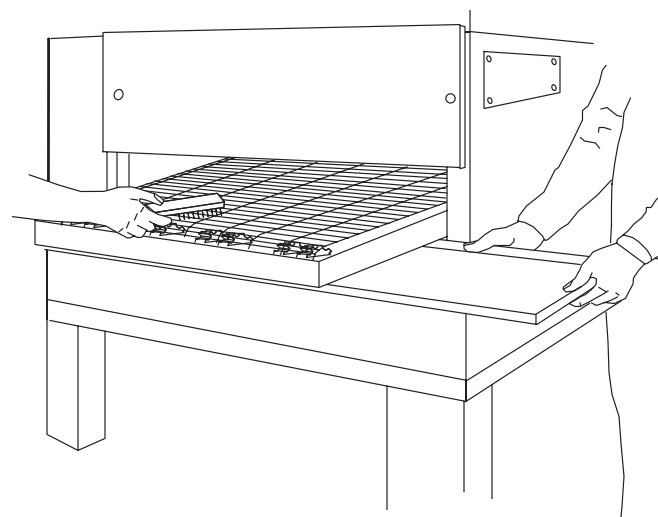

Figura 4-2. Limpieza de la correa del transportador y de la bandeja de restos
#### C. Correa del transportador (Figura 4-2)
#### D. Bandejas de restos (Figura 4-2)
Saque y limpie la bandeja de restos en cada extremo del horno. Puede sacar las bandejas de restos de comida deslizándolas, como se muestra en la Figura 4-2. Vuelva a poner en su sitio las bandejas una vez que las haya limpiado.
1. Saque las bandejas de restos como se muestra en la Figura 4-2.